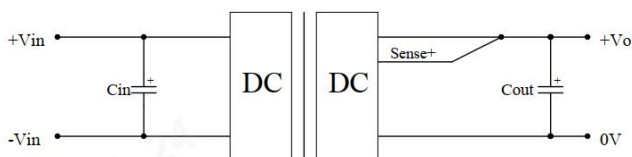

图 2
(1) 产品测试及应用时, 请按照 (图 2) 推荐的测试电路进行; 务必输入端外接一个电解电容 C_{in} , 用于抑制输入端可能产生的浪涌电压。
(2) 如果产品输入端并联瞬变能量较大的电路 (如并联电机驱动电路), 或会导致产品输入电压被拉低, 此时关注产品输入电压的波动, 建议适当增大输入端电解电容 C_{in} 的容值, 以保障输入端电压稳定, 避免输入电压低于欠压保护点导致产品重复启动的情况。
(3) 如需进一步减少输入输出纹波, 可适当加大外接电容 C_{in} 、 C_{out} 容值或选用串联等效阻抗值小的外接电容。